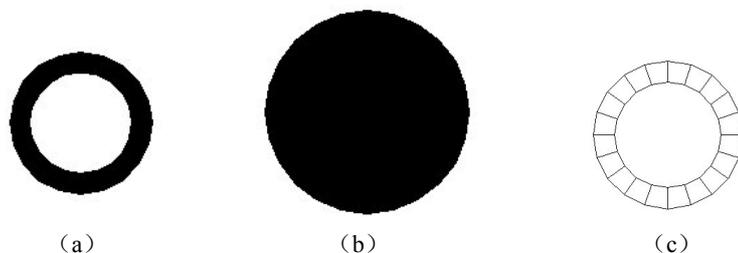

图 3-23 绘制不同内径和不同 FILLMODE 值的圆环
- (1) 绘制一个圆环，其内径为 30，外径为 80 (FILLMODE=1)，结果如图 3-23 (a) 所示。
- (2) 绘制一个圆环，其内径为 0，外径为 80 (FILLMODE=1)，结果如图 3-23 (b) 所示。
- (3) 绘制一个圆环，其内径为 30，外径为 50 (FILLMODE=0)，结果如图 3-23 (c) 所示。